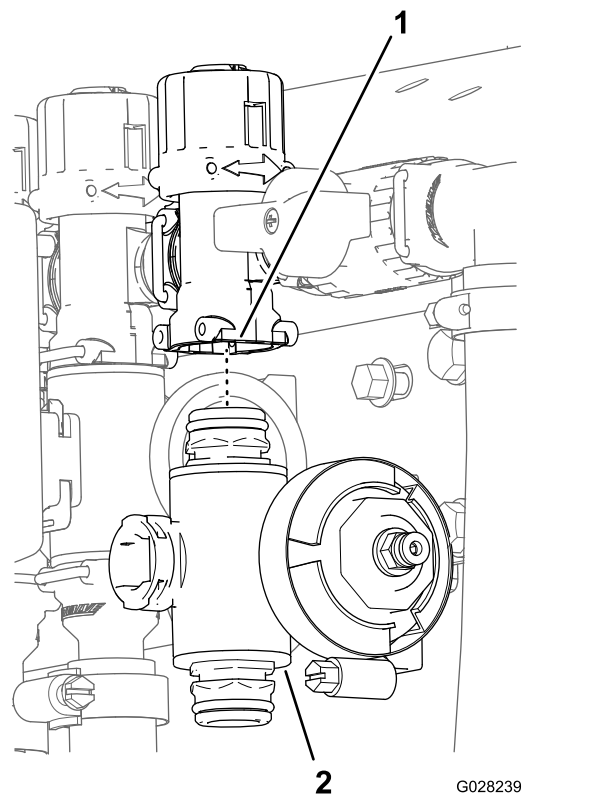

図 70
3. 左ブームまたは右ブームバルブの場合は、バルブをバルブマウントに固定しているフランジヘッドボルトとフランジロックナットを外してバルブマニホールドを機体から取り出す。右ブームバルブの場合は、機体からブーム用のバルブマニホールドを取り出す 図 70。